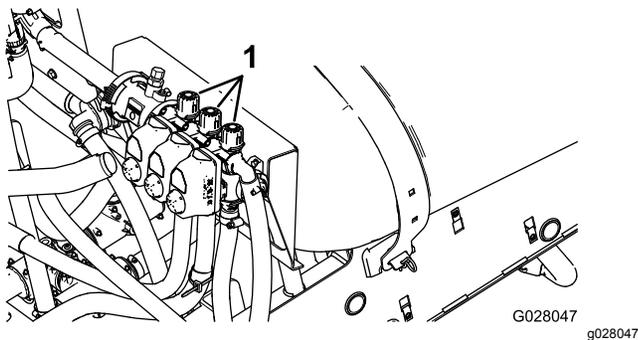

Рисунок 74
10. Выключите левую стрелу и отрегулируйте клапан перепуска стрелы (Рисунок 74) так, чтобы показание давления было на ранее отрегулированном уровне (обычно 2,76 бара).
12. Отрегулируйте клапан перепуска правой стрелы (Рисунок 74) так, чтобы показание давления было на ранее установленном уровне (обычно 2,76 бара).
14. Отрегулируйте клапан перепуска средней стрелы (Рисунок 74) так, чтобы показание давления было на ранее отрегулированном уровне (обычно 2,76 бара).